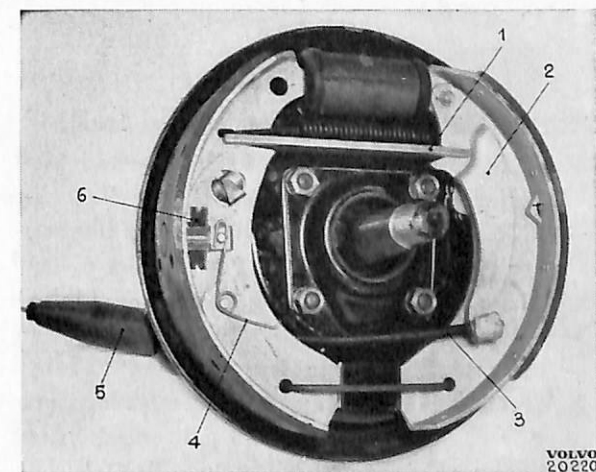

Bild 32. Bakhjulsbroms.
4. Haka av vajern (3 bild 32) från hävarmen (2) vid bakre bromsbacken. Vajer med hölje kan därefter dragas fram sedan låsfjädern hakats av. För vajer utan hölje kränges först gummikåpan av röret varefter vajern drages bakåt så att låsbrickan kan demonteras. Följer ej styrhysan med vajern slås styrhysan bakåt med en smal dorn.